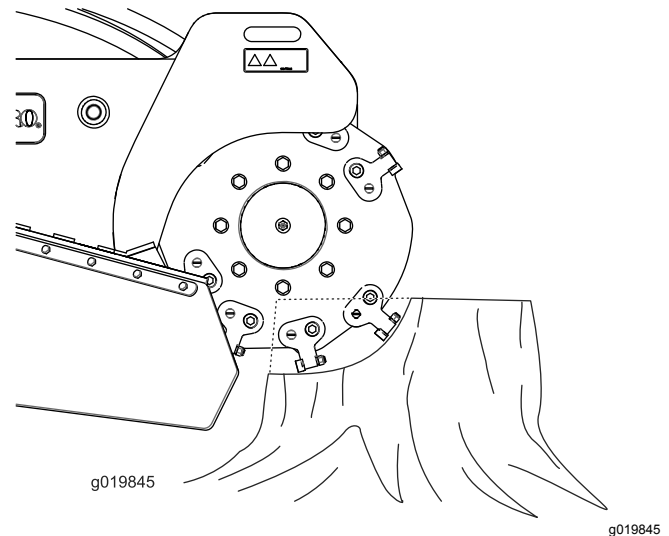

Figura 20
2. Utilizzate la leva di comando del fresa ceppi e il comando della trazione per posizionare il fresa ceppi sul lato della parte anteriore del ceppo, circa 2,5 cm sotto la superficie (Figura 20).
4. Utilizzate la leva di comando per spostare lentamente il fresa ceppi attraverso la parte anteriore del ceppo, provocando una miriade di trucioli (Figura 20).